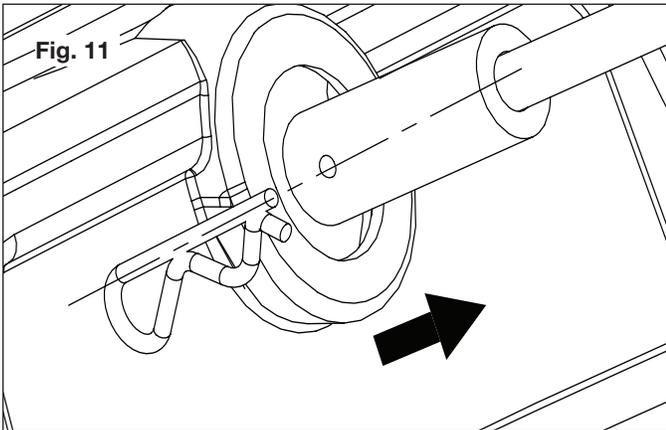

Fig. 11
3. Asegure la manivela inferior en su lugar con el pasador (Figs. 11 – 12).